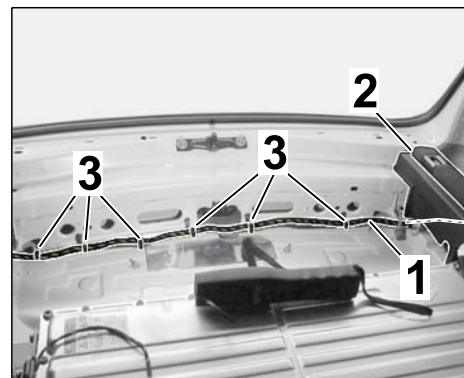

Рис. 21
- 3.4.2 Проложить жгут проводов кнопки вдоль имеющихся жгутов проводов к правой стороне багажного отсека следующими образом (⇒ *Рис. 21*):